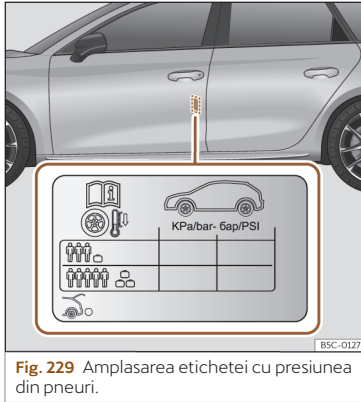

Fig. 229 Amplasarea etichetei cu presiunea din pneuri.
- Reglați presiunea în pneuri conform sarcinii transportate de automobil»» **fig. 229**.
Presiunea de umflare a pneurilor se regăsește pe autocolantul de pe partea din spate a cadrului ușii stânga față»» **fig. 229**.
Presiunea din pneuri trebuie reglată în funcție de încărcătura transportată de automobil. Dacă automobilul va transporta sarcina maximă, presiunea din pneuri trebuie crescută la valoarea maximă indicată pe autocolant »» **fig. 229**.
bari, conform indicației de pe eticheta cu presiunea în pneuri»» **fig. 229**.
- Șoferul este răspunzător pentru presiunea corectă a tuturor pneurilor. Presiunea recomandată în pneuri este indicată pe etichetă»» fig. 229 .
- Presiunea în pneurile reci trebuie să fie la valoarea indicată pe eticheta»» fig. 229 .